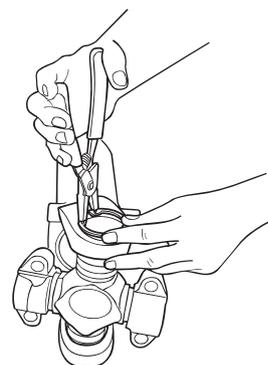

Figura 4.39
9. Use um alicate de anel elástico para instalar o segundo anel elástico na ranhura de encaixe. Figura 4.39.